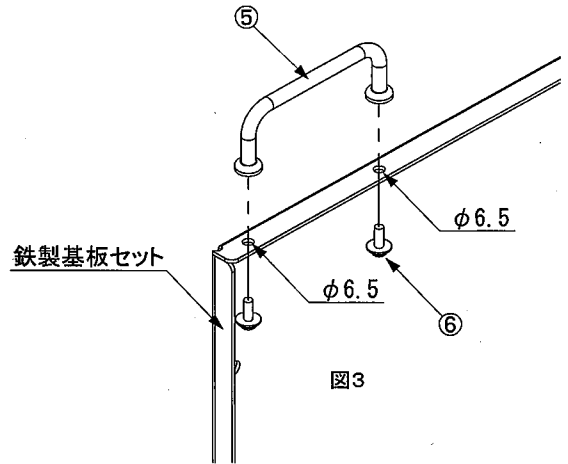

図3
3. 鉄製基板セットの上面にある2-φ6.5取付穴を使用して、なべ小ねじ(M5×14)⑥にて取っ手⑤を固定してください。(図3)